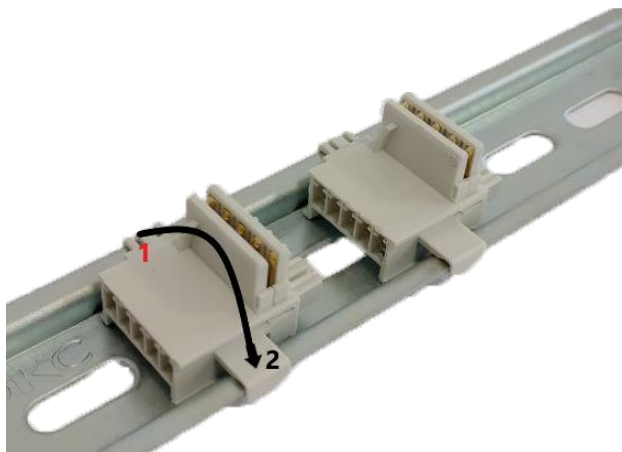

Рисунок 12.1
- **Рисунок 12.1** - Первая точка установки шины под номером (1) устанавливается на кромку DIN-рейки, вторая точка с фиксатором под номером (2) защелкивается с не большим усилием, прижмите точку (2).